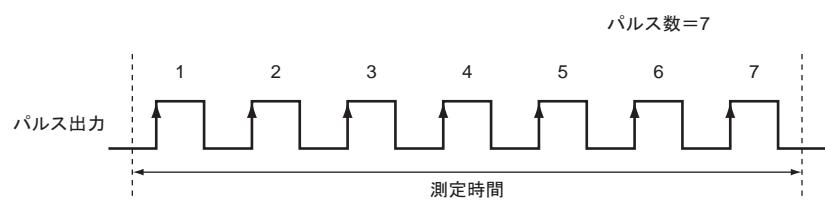

図1 パルス出力タイミング
- (1) 図1に示すように、デューティ 50%のパルスを任意の数出力します。
(2) 約20MHz(19.6608MHz)動作時、パルスの周期は0.81μsから104.17μsまで0.41μsごとに設定が可能、また出力するパルスの数は、1～255の間、任意に設定できます。